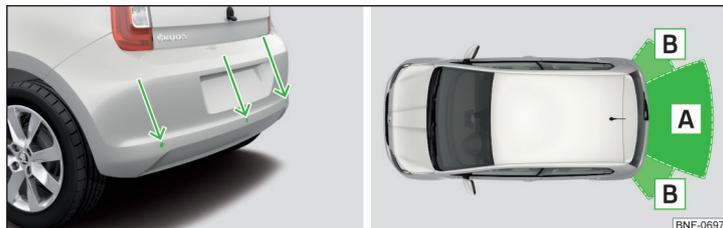

Fig. 128 Lugar de instalación de los sensores / Alcance de los sensores
- Mantener los sensores del sistema » **fig. 128 de la pág. 106** limpios, libres de nieve y hielo, y no cubrirlos con ningunos objetos, de lo contrario puede estar limitado la función del sistema.
El sistema calcula la distancia entre el parachoques y un obstáculo mediante ondas ultrasónicas. Los sensores de ultrasonidos se encuentran en el parachoques trasero » fig. 128.
Alcance más o menos de los sensores » fig. 128